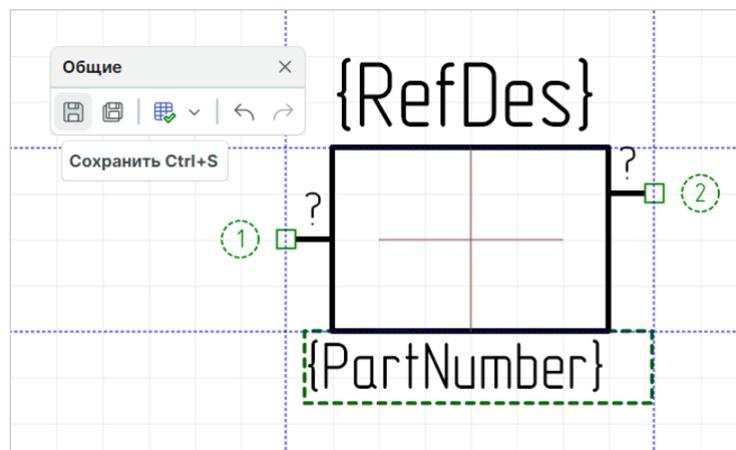

Рис. 192 Создание и сохранение УГО для базового типа представления (при повороте на 0°)
1. Создайте графику УГО, разместите выводы, заполните всю необходимую информацию по атрибутам и стилю их отображения, нажмите «Сохранить» на панели инструментов «Общие», Рис. 192.